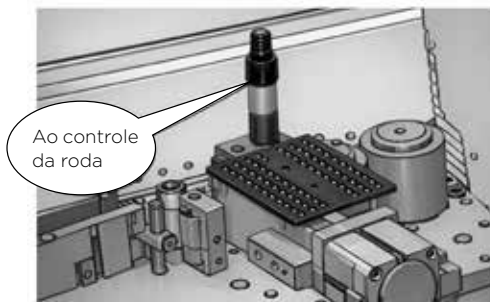
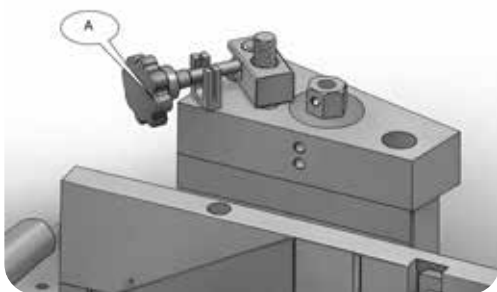

Figura 4
Figura 7 - Função para Ajustar o Fluxo de Cola
(Figura 4)
- Sistema de alimentação de fita (imagem 20; mais detalhes na figura 4). O comprimento do excesso de fita na frente do painel pode ser ajustado alterando os dados do relé A de retardo de tempo (Figura 7). A configuração de fábrica é 1,55 segundos. Mais tempo, mais excedente.
- O rendimento da cola pode ser ajustado pelo manípulo A. (Figura 7). Ele foi testado e ajustado em uma posição antes da entrega.